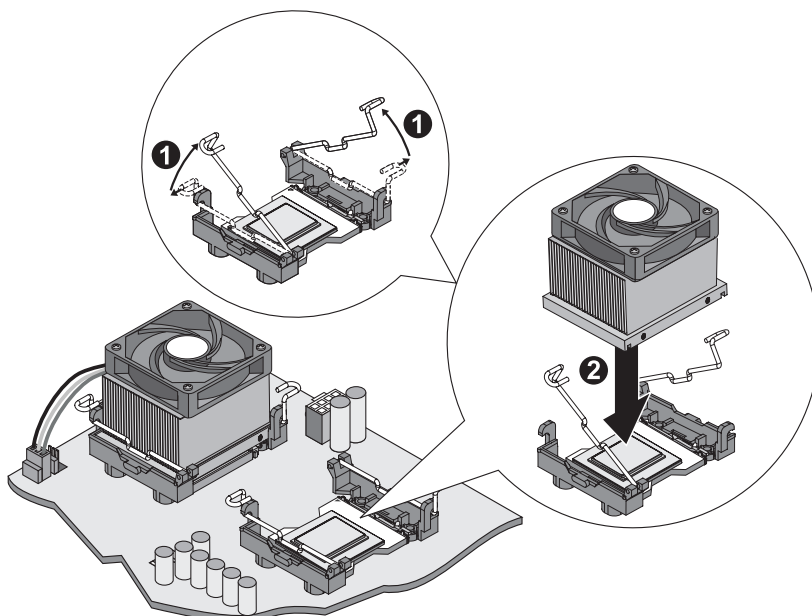

Figura 2-18: Colocación del disipador térmico
5. Para abrir las palancas de bloqueo en ambos soportes, tire de la palanca hacia fuera del conector del procesador y gírela a la posición vertical. A continuación, coloque el disipador térmico entre los soportes sobre el procesador. Consulte la figura 2-18.
2. Abra las palancas de bloqueo en ambos soportes. Consulte la figura 2-18.